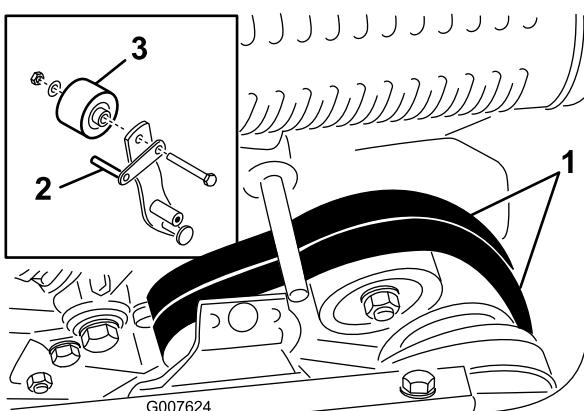

Figure 34
8. Pour pousser ou tirer la machine plus facilement sans mettre le moteur en marche, réglez le guide de courroie (Figure 34, détail) comme suit :